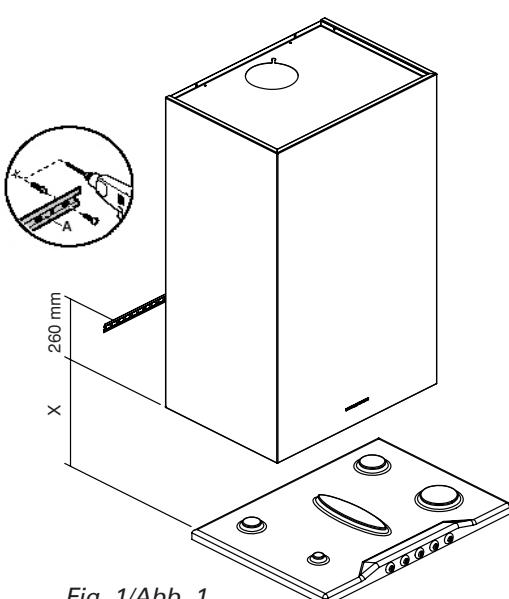
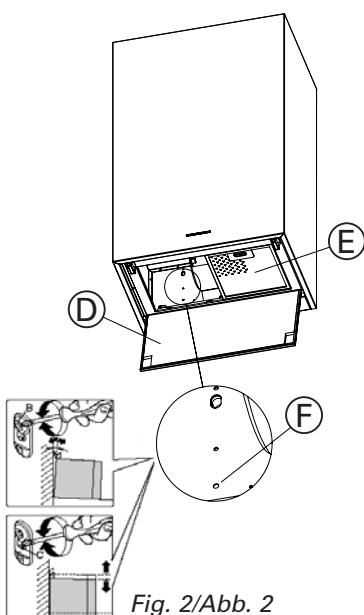
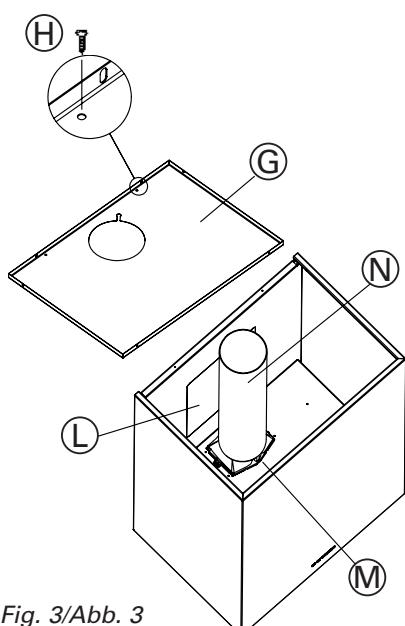

Fig. 1/Abb. 1
Fig. 2/Abb. 2
Fig. 3/Abb. 3
- Appoggiare alla parete la barra di sostegno (A) (Fig. 1), ad un'altezza dal piano cottura determinata dalla somma delle quote X+260 mm.
- Regolare l'allineamento della cappa tramite le viti delle attaccaglie (Fig. 2): queste sono raggiungibili aprendo il pannello (D) e togliendo i filtri metallici antigrasso (E).
- La vite superiore (B) regola la distanza dalla parete, quella inferiore (C) lo scorrimento verticale.
- Per evitare lo sganciamento della cappa dovuto ad una pressione sottostante, fissarla alla parete con due tasselli ad espansione e relativa vite attraverso gli appositi fori (F) all'interno della cappa.
- Per installare la cappa in versione aspirante collegarsi al tubo in PVC (N) che fuoriesce dall'apposita foratura sul coperchio (G) della cappa.
- Nel caso il foro di uscita a parete sia posizionato sul retro della cappa stessa togliere il tubo in PVC e il coperchio (Fig. 3) agendo sulle 6 viti autofilettanti (H) di fissaggio.
- Rimuovere il pezzo semitranciato (L) rompendo i punti di unione e inserire sul raccordo (M) un tubo flessibile; successivamente riposizionare il coperchio nella sua posizione originale.
- Rest the support bar (A) against the wall (Fig. 1) at a height from the cook top determined by the sum of the distance X+260 mm.
- Open the inferior panel (D) and remove the metal filters (E).
- Adjust the alignment of the range hood using the screws on the brackets (Fig. 2).The top screw (B) adjust the distance from the wall, the bottom screw (C) adjust the height.
- To prevent the range hood from detaching due to pressure from below, fasten it to the wall using a screw anchor and screw, through the corresponding hole (F) inside the hood.
- For suction version connect, with a suitable PVC pipe, the upper part of PVC pipe (N) mounted in the hood to the exhaust outlet.
- In case of exhaust outlet placed on the back of the hood: remove (Fig. 3) the cover (G) unscrewing the 6 screws (H) and the PVC pipe.
- Remove the back panel (L) breaking the joint points and connect the motor pipe fitting to the exhaust outlet using a suitable flexible duct.
- Die Stützstange (A) an der Wand positionieren (Abb. 1); hierfür einen Abstand von der Kochebene wählen, der sich aus der Summe der Maße X+260 mm ergibt.
- Die Ausrichtung der Dunstabzugshaube mit Hilfe der Befestigungsschrauben regeln (Abb. 2); man erreicht diese, indem man die Platte (D) öffnet und die Fettfilter aus Metall (E) entfernt. Mit der oberen Schraube (B) wird der Abstand von der Wand eingestellt, mit der unteren Schraube (C) die Höhe.
- Um zu vermeiden, dass sich die Dunstabzugshaube durch eine Druckausübung von unten löst, diese mit Hilfe der zwei Expansionsdübel und der entsprechenden Schraube durch die entsprechenden Öffnungen (F) im Haubeninneren an der Wand befestigen.
- Um eine Dunstabzugshaube mit Abluftbetrieb zu installieren, sich an das PVC- Rohr (N), das aus der Bohrung am Deckel (G) der Haube austritt, anschließen.
- Sollte die Wandausgangsbohrung an der Haubenrückseite positioniert sein, das PVC- Rohr und den Deckel entfernen (Abb. 3), indem man die 6 selbstschneidenden Befestigungsschrauben (H) betätigt.
- Die Rückwand (L) entfernen, wobei man die Verbindungspunkte bricht, und einen Schlauch in den Anschluss (M) einfügen: anschließend den Deckel wieder auf seiner ursprünglichen Stelle positionieren.
- Fijar la campana a la barra de sujeción, regular el alineamiento de la campana a través de los tornillos fijados (fig. 2); éstos son manipulables abriendo el panel (D) y sacando el filtro metálico (E). El tornillo superior (B) regula la distancia de la pared. Mientras que el inferior (C) el desplazamiento vertical.
- Para evitar el deslizamiento de la campana debido a una presión de la parte inferior, fijarla a la pared con 2 tacos de expansión y los tornillos respectivos en los agujeros localizados (F) dentro de la campana
- Para instalar la campana en versión aspirante conectar con el exterior el tubo en PVC (N) que sobresale del agujero sobre la tapa de la campana.
- En el caso de que el agujero de salida quede posicionado en la parte trasera de la campana sacar el tubo en PVC y la tapa (fig. 3) accionando sobre los 6 tornillos autoroscantes de fijación. Sacar la pieza semi-cortada (I) rompiendo los puntos de unión e introducir al racor (M) un tubo flexible, sucesivamente devolver la tapa a su posición original.
- Приложить к стене крепежную рейку (A - рис. 1) на высоте X + 260 мм от варочной панели.
- Отрегулировать строго горизонтальное положение вытяжки с помощью винтов на держателях (рис. 2). Для доступа к винтам необходимо открыть панель (D) и снять металлические антижировые фильтры (E). Верхний винт (B) регулирует расстояние от стены, а нижний (C) - вертикальное смещение.
- Для предотвращения отцепления вытяжки в результате давления снизу ее необходимо прикрепить к стене с помощью двух дюбелей и соответствующих винтов, продетых в специальные отверстия (F) внутри вытяжки.
- На патрубок (D) необходимо надевать гибкий шланг (E).
- Для установки воздухоотводной версии вытяжки присоединить трубу из ПВХ (N), которая должна проходить через соответствующее отверстие на крышке (G) вытяжки.
- В случае если выходное отверстие расположено на задней стенке самой вытяжки, снять трубу из ПВХ и крышку (рис. 3), отвернув 6 крепежных шурупов (H). Снять заднюю панель (L), отломив ее в точках соединения, и вставить надеть на соединительный элемент (M) гибкий шланг, после чего установить крышку в первоначальное положение.